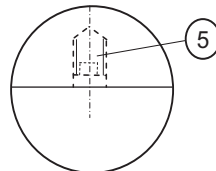

Abb. 3
5. Gewindestift M4 bis zum Grund einschrauben (Abb.3). / Screw the threaded pin M4 as far as the stop (Abb.3). / Visser la tige taraudée jusqu'à ce qu'elle soit bloquée (Abb.3).